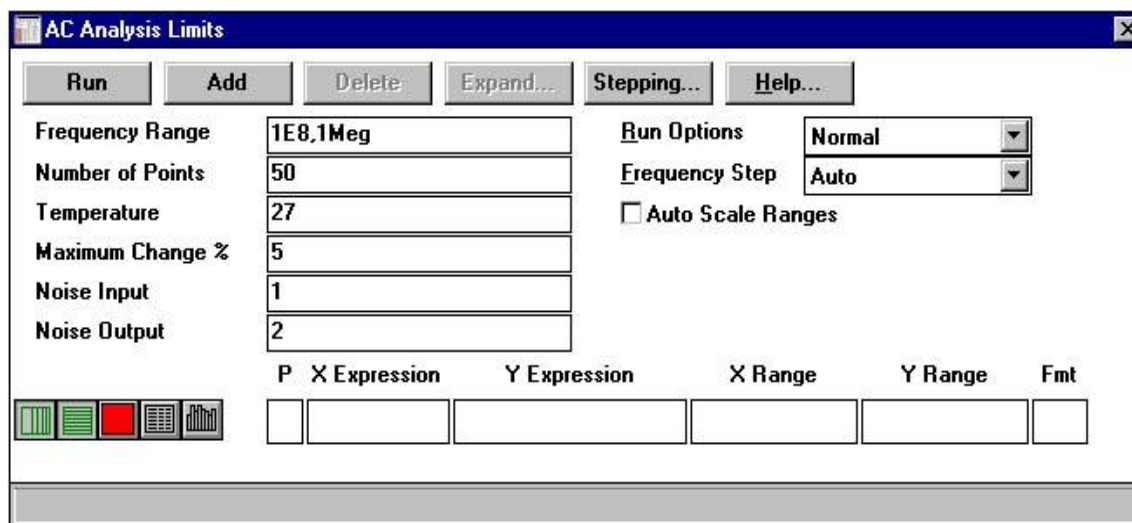

Рис.3.
Пример окна **AC Analysis Limits** для версии 5 системы MicroCAP приведен на рис.3. В последующих версиях элементы этого окна остались практически неизменными.
Рассмотрим основные правила задания параметров моделирования в окне *AC Analysis Limits* (рис.3).
Производится в полях *Frequency Range*, *Number of Points*, *Temperature*, *Maximum Change, %*, *Noise Input*, *Noise Output* в верхней левой части окна (рис.3). Рассмотрим назначение этих полей.
При этом размерность (Герц) указывать не обязательно. Например, на рис.3 задается частотный интервал от 1 до 100 мегагерц. Правила записи чисел рассмотрены в *приложении D части 1* данного пособия.
Величина *Number of Points (Nf)* принимается во внимание, если установлено значение *Fixed Linear (Linear)* или *Fixed Log (Log)* параметра *Frequency Step* (рис.3). Если установлено значение *Fixed Linear (Linear)*, то выбирается линейный шаг приращения частоты, равный $(Fmax-Fmin) / (Nf-1)$. Если установлено значение *Fixed Log (Log)*, то выбирается логарифмический шаг приращения частоты, причем отношение частот соседних точек равно $(Fmax/Fmin)^{1/(Nf-1)}$.
Если установлено значение *Auto* опции *Frequency Step* (как на рис.3), то величина *Nf* игнорируется. В этом случае шаг между точками по частоте определяется величиной *Maximum Change*.
Задание рассчитываемых зависимостей производится в **таблице вывода** нижней части окна *AC Analysis Limits* (рис.3). Эта таблица *аналогична* таблице вывода в окне *Transient Analysis Limits* (рис.1, п.1.3). Поэтому ограничимся рас-
После установки всех параметров в окне *AC Analysis Limits* (рис.3) можно начинать моделирование. *Рассмотрим основные этапы моделирования.*
3) Изменение задания на моделирование. Возврат в окно *AC Analysis Limits* (рис.3) для изменения параметров задания на моделирование осуществляется по команде *Limits* из меню *AC* (нажатием клавиши F9 или щелчком мыши по пиктограмме ). Изменив параметры в этом окне, можно снова начать моделирование, как описано выше.
5) **Просмотр числовых результатов моделирования** в виде таблицы проводится по команде *Numeric output* из меню AC (нажатием клавиши F5 или щелчком мыши по пиктограмме  в строке инструментов). Отображаются только результаты моделирования, выводимые в табличный файл при включенных кнопках  (Numeric Output) слева от таблицы вывода в окне *AC Analysis Limits* (рис.3).